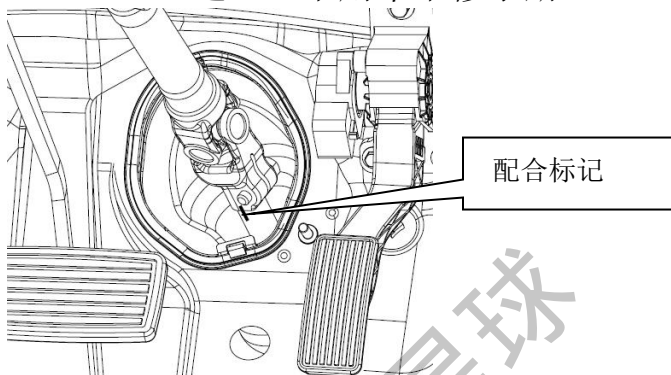

图 4-8
① 在中间轴下端与转向器输入轴配合处做好配合标记，如图 4-8 所示。
② 此时可以套上转向盘转动，使螺栓处于方便操作的位置，松开螺栓，拔出中间轴。